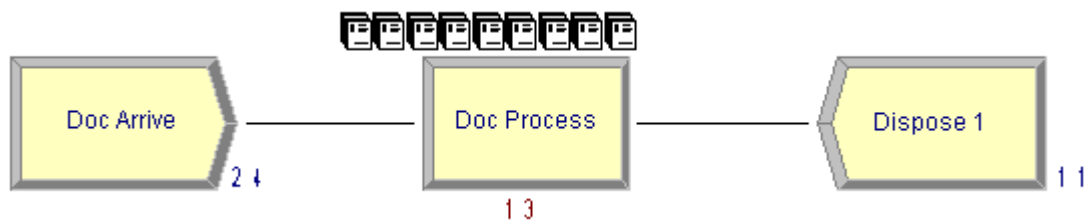

Рис. 85. Окно *Run Setup*
1. Для установки параметров модели выберите в меню *Run* команду *Setup*. На экране появится окно Run Setup (рис. 85), в котором установите следующие параметры: